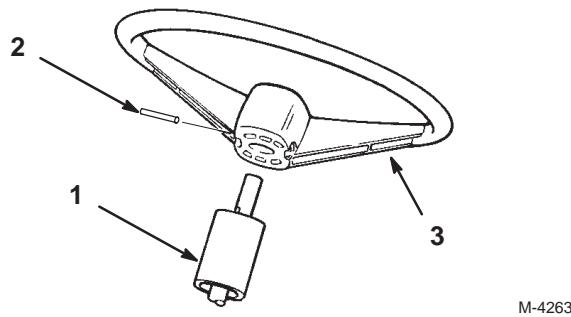

Figure 3
3. Fixez le volant à l'arbre à l'aide de la goupille cylindrique (Fig. 3).